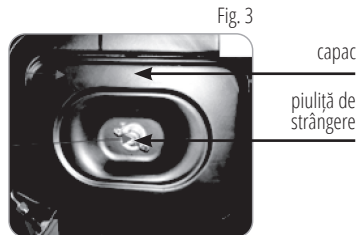

Abb. 4
2. Desfaceți piulița și scoateți elementul filtrant (Fig. 4).